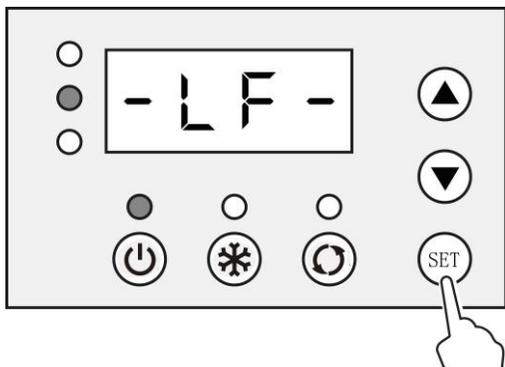
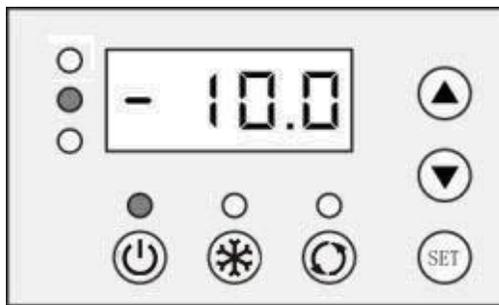

图 4.4.4
图 4.4.5
2. 再点按“SET”键，“温度显示窗”左侧的下限温度指示灯亮，“温度显示窗”显示“-LF-”（见图 4.4.4），1s 后“温度显示窗”显示下限温度设定值（见图 4.4.5）。点按“▲”键或“▼”键，可调节下限温度设定值。每点按“▲”键或“▼”键一次，温度增加或减少 0.1℃，持续按“▲”键或“▼”键，温度值将持续增加或减少。